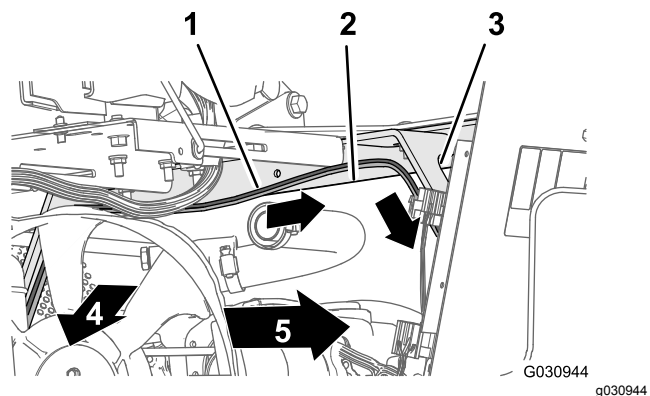

Figura 110
2. Enrute la rama de 165 cm del arnés de cables a través del ángulo de la caja del asiento y hacia abajo por el soporte izquierdo de la cubierta del motor (Figura 110).